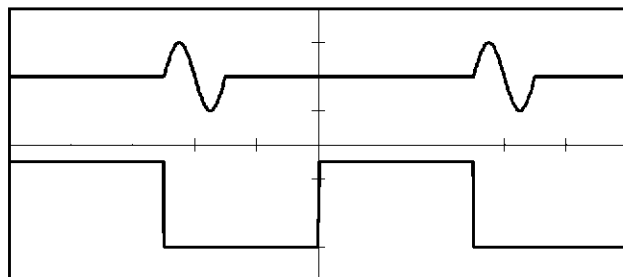

図 8-13 シングル、1 回、Neg の波形
28. 図 8-13 のように、トリガ信号の下がりエッジで正弦波信号が 1 周期分だけ出力していることをオシロスコープで確認します。